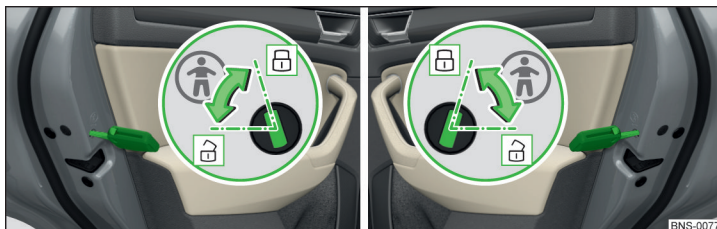

Fig. 58 **Portiera spate: Activarea/dezactivarea siguranței pentru copii**
- Pentru **activare**, rotiți siguranța cu cheia în poziția » fig. 58.